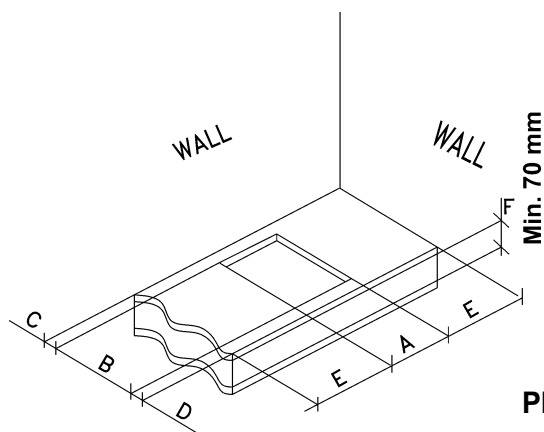

РИС. 7
На поверхности рабочего стола следует сделать прямоугольное отверстие для встраивания варочной поверхности, размеры которого приведены на рис. 7. Предварительно следует проверить соответствие минимальных допусков между поверхностью, боковой и задней стенками. Подвесные полки или вытяжки следует устанавливать на высоте не менее 760 см от поверхности прибора (см. рис. 7 и 8).
- Во избежание случайного соприкосновения с горячей варочной панелью во время проведения работ, необходимо установить деревянную прокладку, прикрученную болтами на минимальном расстоянии 70 мм от верха (см рис. 7).